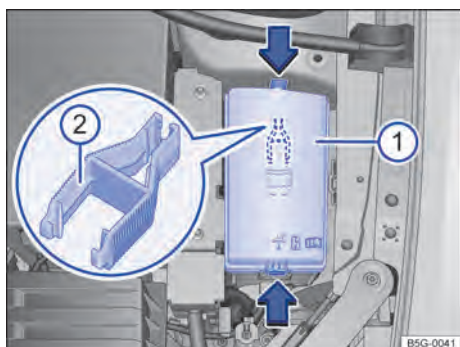

Fig. 302 No compartimento do motor: cobertura da caixa de fusíveis com alicate de plástico
- Pressionar os botões de travamento no sentido da seta para destravar a cobertura da caixa de fusíveis → Fig. 302 **1**.